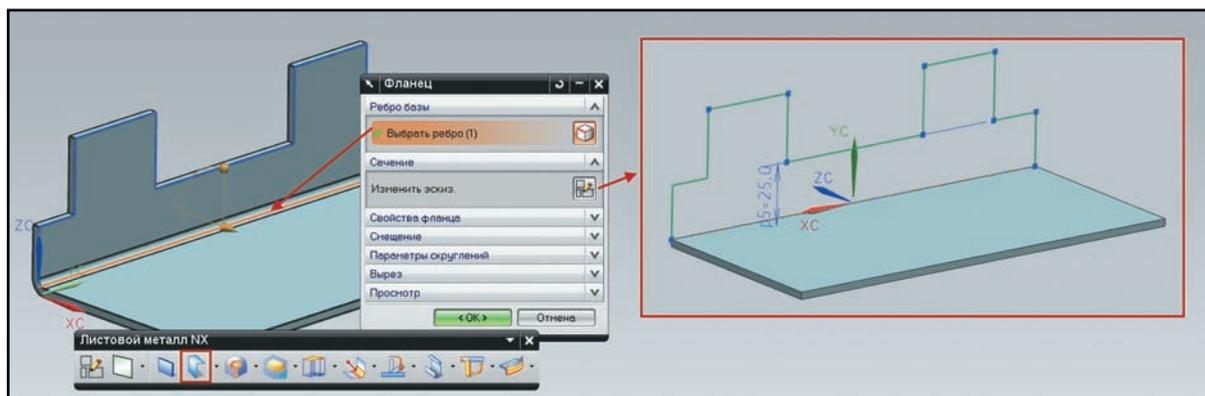

Рисунок 5.10. Изменение контура фланца
- Кнопка **Изменить эскиз (Edit Sketch)** позволяет перезадать форму получаемого фланца, которая по умолчанию является прямоугольником. Нажмите эту кнопку и модифицируйте контур получаемого фланца инструментами эскиза, соблюдая его целостность, после чего нажмите кнопку **Закончить эскиз (Finish Sketch)** (рис. 5.10) и нажмите **ОК** в диалоге создания фланца.